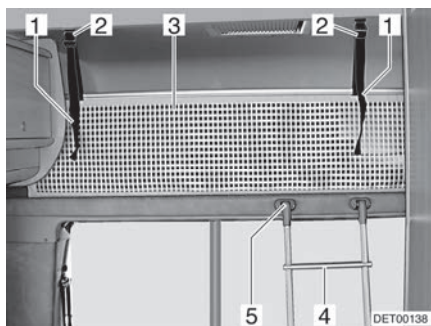

Fig. 96 Cama de alcoba
Para subir a la cama de alcoba, utilizar la escalera de ascenso (Fig. 96,4) equipada de serie.
- Enganchar la escalera con los largueros en el soporte (Fig. 96,5) del panel de la alcoba.
La red de seguridad (Fig. 96,3) viene de serie entre el colchón y el somier. Apenas extender la red de seguridad cuando las personas ya se encuentren en la alcoba.
- Dejar que las cintas de sujeción (Fig. 96,1) engatillen en los soportes (Fig. 96,2) en el techo.